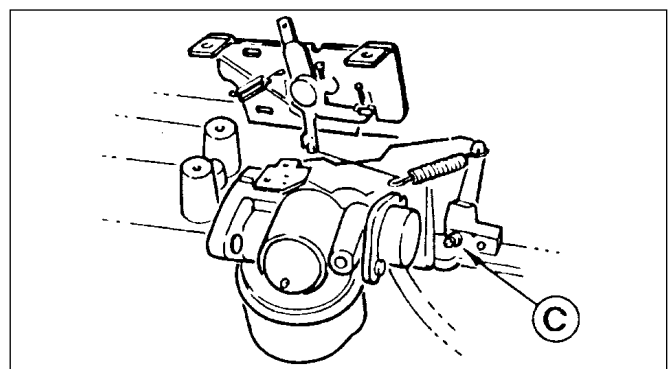

Abb. 21
ANMERKUNG – Schraube (C) des Fliehkraftreglerhebels ist eine Linksgewinde (Abb. 21)